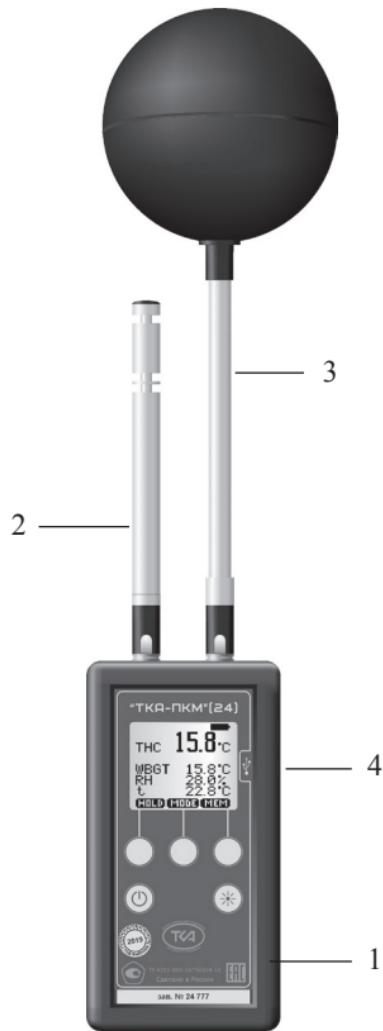

Рис.1 – Внешний вид прибора “ТКА-ПКМ”(24)
5.1 Приборы комбинированные выпускаются в компактном портативном исполнении. Конструктивно прибор состоит из трех функциональных блоков: измерительной головки №1 (ИГ №1), измерительной головки №2 (ИГ №2) и блока обработки информации (БОИ) (Рис.1).
5.4 Конструкция прибора позволяет подключать измерительные головки к БОИ как напрямую, так и через кабель-удлинитель. Один из кабелей-удлинителей позволяет установить поклоненную к нему ИГ №2 с черным шаром (3, Рис.1) на штатив. Зонды можно подключать в любом порядке к соответствующему разъему на верхней торцевой крышке включенного прибора.